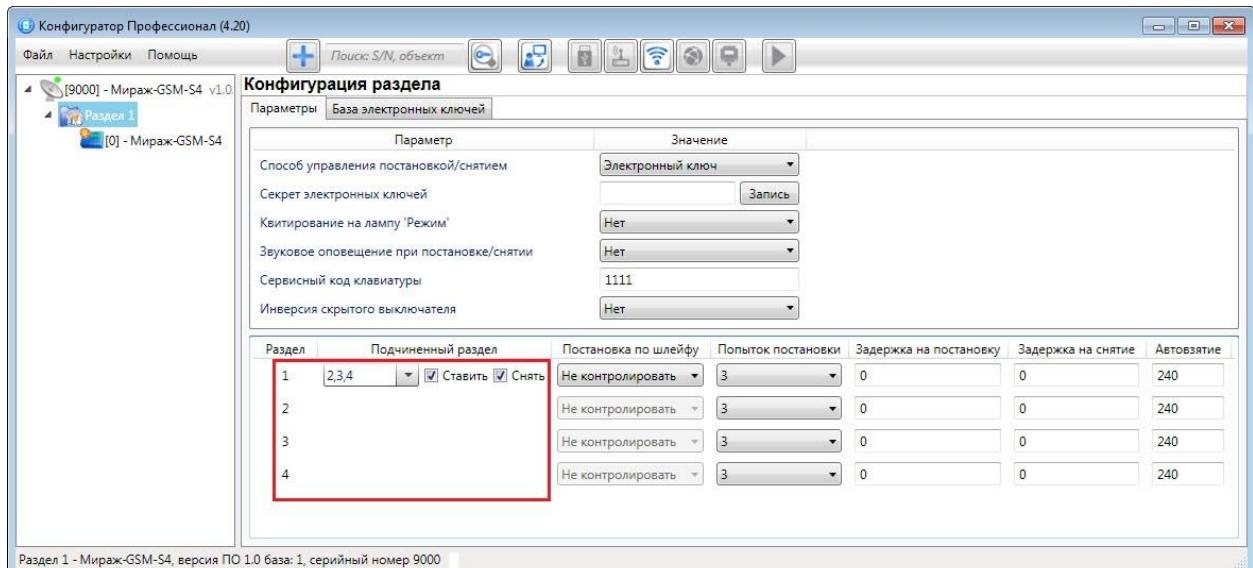

Рисунок 4.26 — Пример 2
**2** Первый раздел назначается главным, а все остальные — подчиненными ему на постановку. В таком случае при постановке на охрану главного раздела все подчиненные разделы будут автоматически синхронно ставиться на охрану. При снятии с охраны главного раздела все подчиненные разделы будет автоматически синхронно сниматься с охраны. Настройка, соответствующая этому примеру, показана на иллюстрации (см. рисунок 4.26).